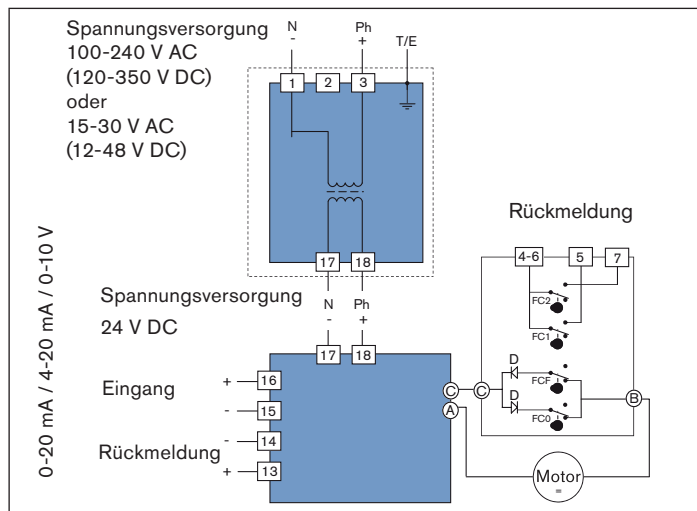

Bild 17: Elektrisches Schaltschema
- Kabel entsprechend dem elektrischen Schaltschema („Bild 17“) an der Klemmleiste (Pos. 14, „Bild 1“ und „Bild 2“) der Spannungsversorgungskarte anschließen.
- Kabel an der Klemmleiste (Pos.12, „Bild 1“ und „Bild 2“) gemäß Schema anschließen („Bild 17“).